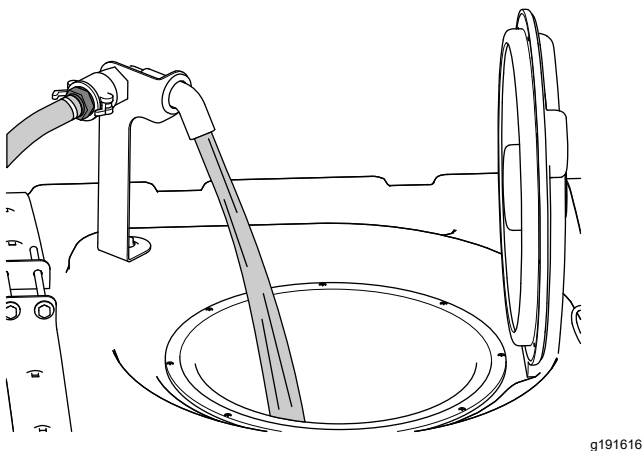

Figure 73
5. Ajoutez les 3/4 de l'eau nécessaire dans la cuve (Figure 73).